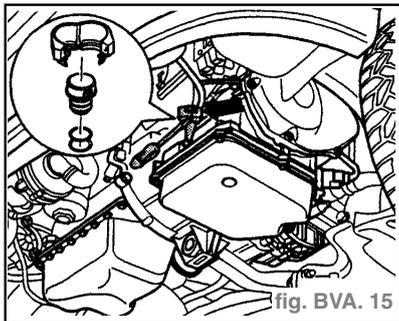

fig. BVA. 15
- Soulever le capuchon (flèche) qui bloque le bouchon d'obturation en faisant lever avec un tournevis. Le crantage du capuchon se trouve alors détruit, c'est pourquoi il faut toujours remplacer le capuchon. (fig. BVA. 15)